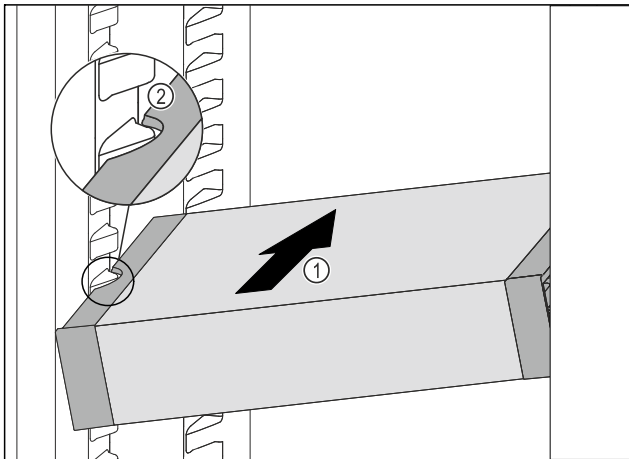

Fig. 114
- ▶ Вдвигайте VarioSafe под наклоном в холодильное отделение Fig. 114 (1), пока боковые выемки Fig. 114 (2) VarioSafe не окажутся на высоте выступа резервуара в холодильном отделении.